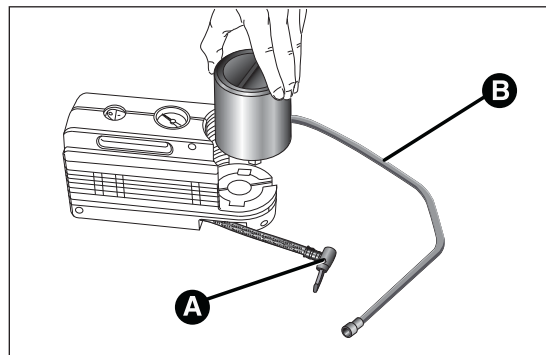

fig. 114
- disinserire l'innesto A fig. 114;